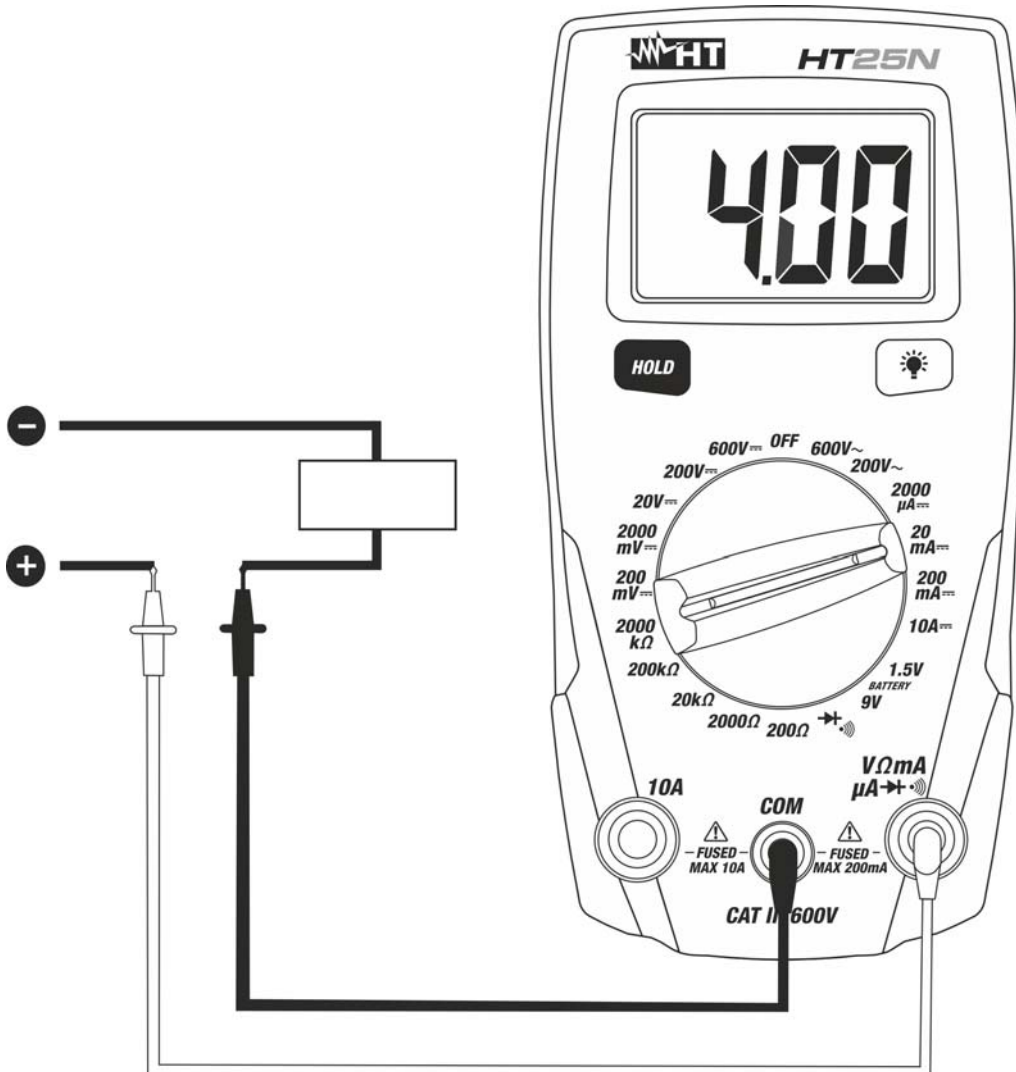

Fig. 4: Uso dello strumento per misura di Corrente DC
4. Collegare il puntale rosso ed il puntale nero in serie al circuito di cui si vuole misurare la corrente rispettando la polarità ed il verso della corrente (vedere Fig. 4).
7. La visualizzazione del simbolo "-" sul display dello strumento indica che la corrente ha verso opposto rispetto alla connessione di Fig. 4.